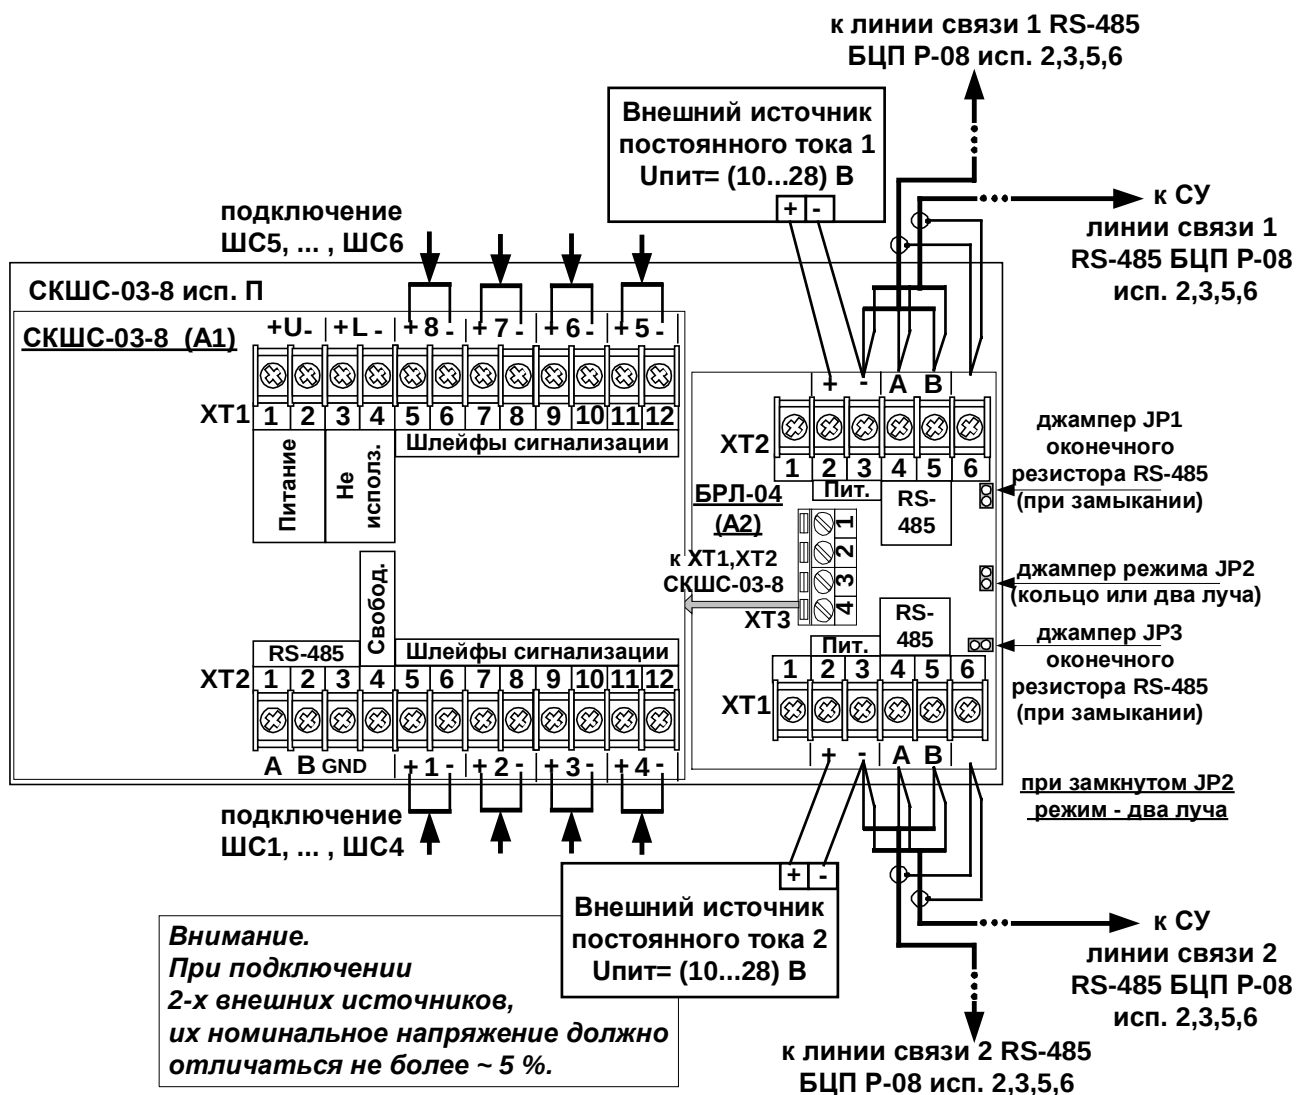
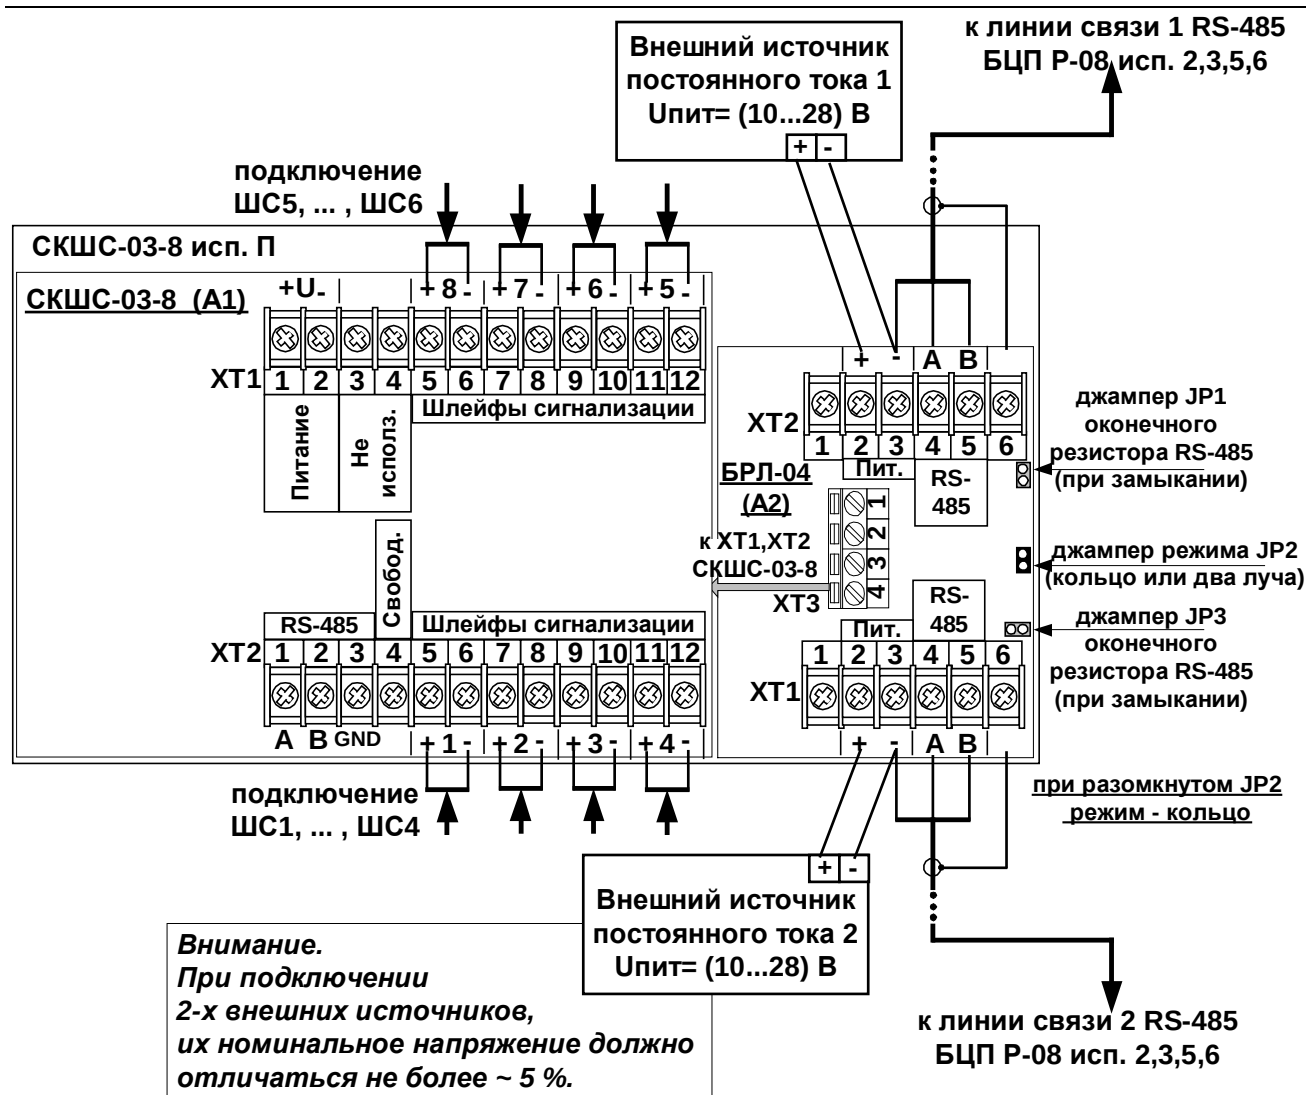
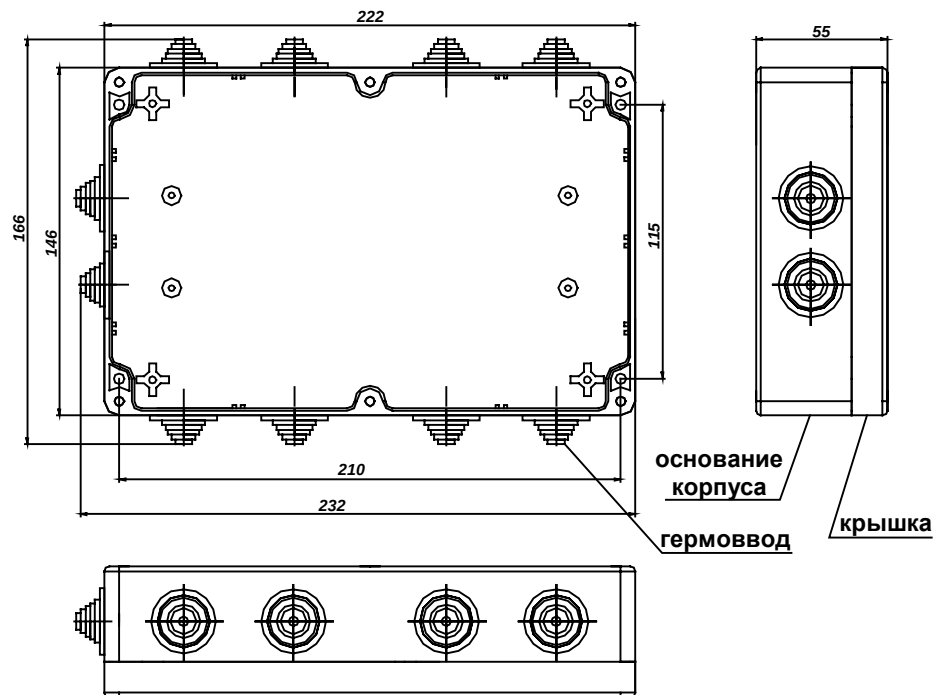
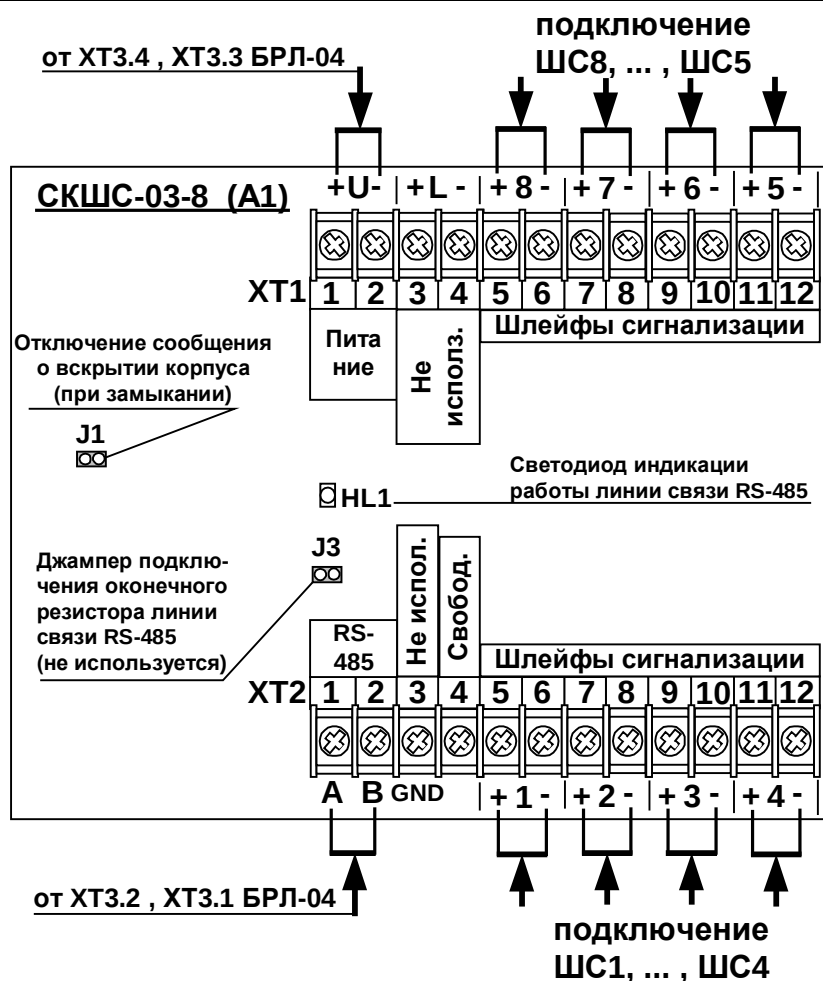

Рис. 1 Применение (подключение) СКШС-03-8 П в режиме двух параллельных линиях связи RS-485 (два луча)
Рис. 2 Применение (подключение) СКШС-03-8 П в режиме кольца линий связи RS-485
Рис. 7 Внешний вид, габаритные и присоединительные размеры
Рис. 8 Подключение модуля СКШС-03-8(A1)
1.3 СКШС-03-8 П реализует защиту от единичной неисправности линии связи с БЦП в соответствии с СП484.1311500.2020. Подключение возможно в режиме кольца (Рис. 2) или двумя параллельными линиями связи (Рис. 1).
СКШС-03-8 П состоит из двух модулей СКШС-03-8(А1) и БРЛ-04(А2) см. Рис. 1, Рис. 2, Рис. 8, размещенных в пластиковом корпусе Рис. 7.
Внешний вид и габаритные размеры представлены на Рис. 7.
5.2. Подключение СКШС-03-8 П к линиям связи с БЦП, источникам питания осуществляется через клеммные колодки, установленные на плате модуля БРЛ-04 Рис. 1 или Рис. 2.
5.3. Подключение к ШС – через клеммные колодки ХТ1 и ХТ2 Рис. 8.